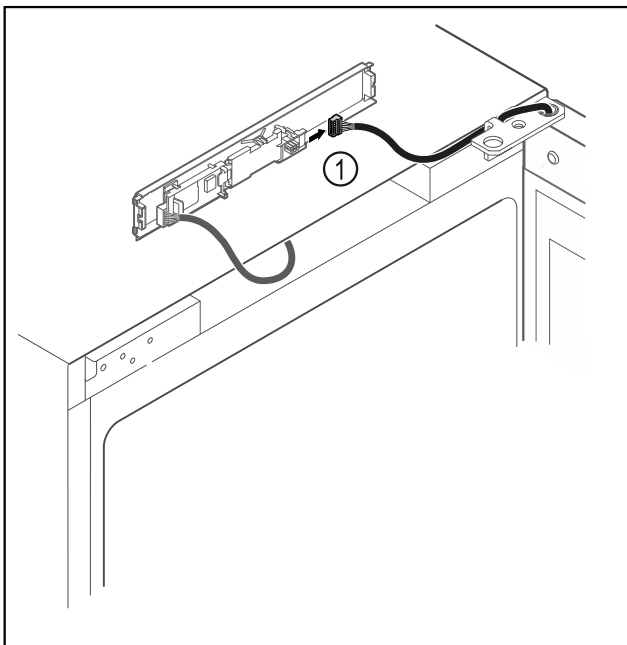

Fig. 17
- ▶ Αποσυνδέστε το φιλς Fig. 17 (1) από την πλακέτα.